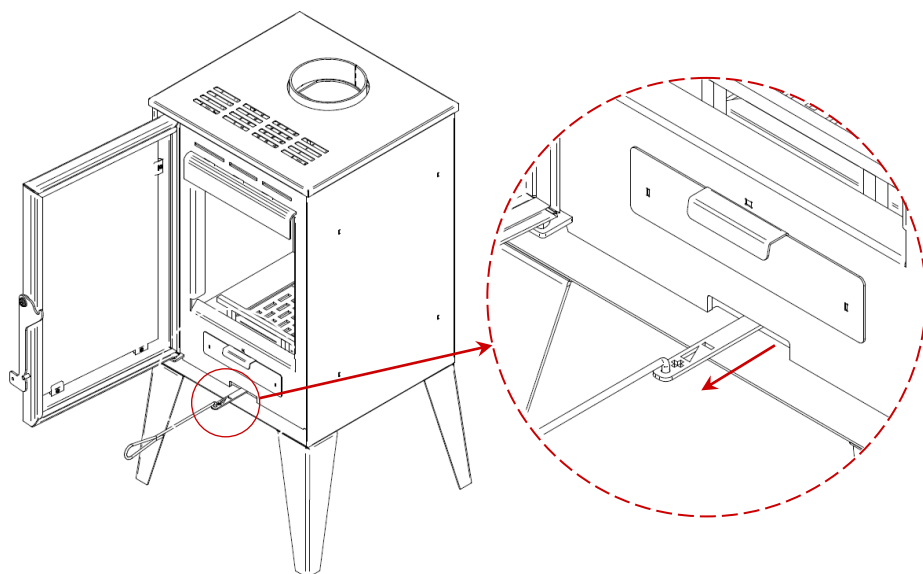

Figura 15 - Regulador de aire en posición abierta de aire primario
En la Figura 15, se indica el regulador de aire de combustión. Este controla la cantidad de aire que ingresa a la estufa, controlando así la quema del combustible.
- El aire primario debe estar abierto durante el arranque, hasta que la leña está bien iluminada, es decir, el regulador esté completamente en posición (+), Figura 15.